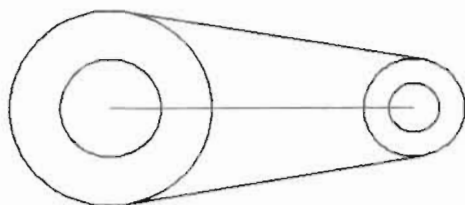

图 2-81
(8) 按 `Enter` 键或者空格键完成切线的绘制工作。然后用相同的方法绘制出另外一条切线, 如图 2-81 所示。